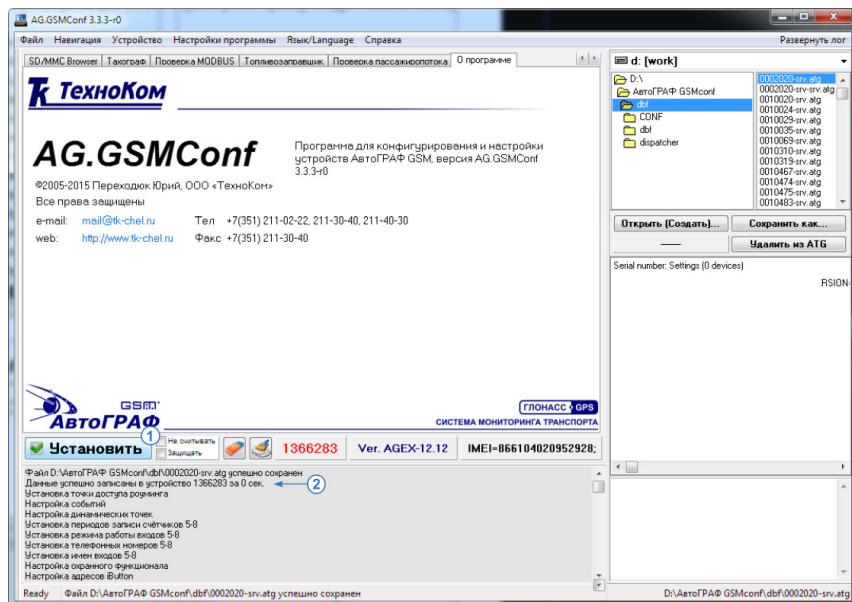

Рис.70. Запись настроек в прибор.
**1. Кнопка «Установить»** – кнопка позволяет записать настройки в подключенный прибор. При успешной записи настроек высветится значок  и появится строка об успешной записи в окне состояния (Рис.70, п.2).